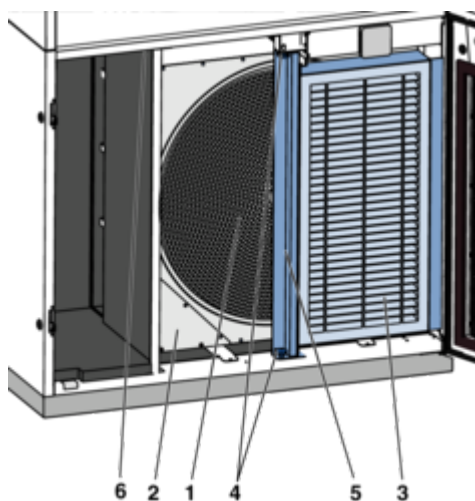

Abb. 59: RWT, Abluftfilter und Filterrahmen
- 3 ▶ Die Riemenspannung des Antriebs kann durch demontieren des Wartungsdeckels (Abb. 59 /2) geprüft werden. Zum Riemентаusch und zur Reinigung muss der RWT (Abb. 59 /1) ausgebaut werden.
Dazu zuerst den Abluftfilter (Abb. 59 /3) entnehmen, siehe auch auf Seite 42 .
Filterrahmen demontieren, dazu die Sterngriffschrauben (Abb. 59 /4) lösen und den Filterrahmen (Abb. 59 /5) aus dem Gerät herausnehmen.
Die elektrischen Anschlüsse des RWTs für den Antriebsmotor und den Drehzahlsensor (jeweils Steckverbindungen) an der Klemmleiste (Abb. 59 /6) lösen. **Achtung** Leitungen nicht unter Spannung/Last aus der Klemmleiste trennen oder stecken!